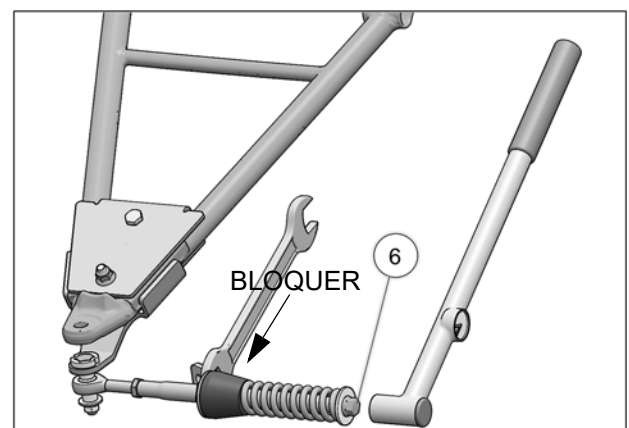

Fig. 20
11. Vérifier que le boulon du ressort (6) est serré au couple recommandé : $75 \text{ N}\cdot\text{m}$ [$55 \text{ lb}\cdot\text{pi}$]. Assurez-vous de bloquer en position, l'écrou devant l'amortisseur en caoutchouc. Voir Fig. 20